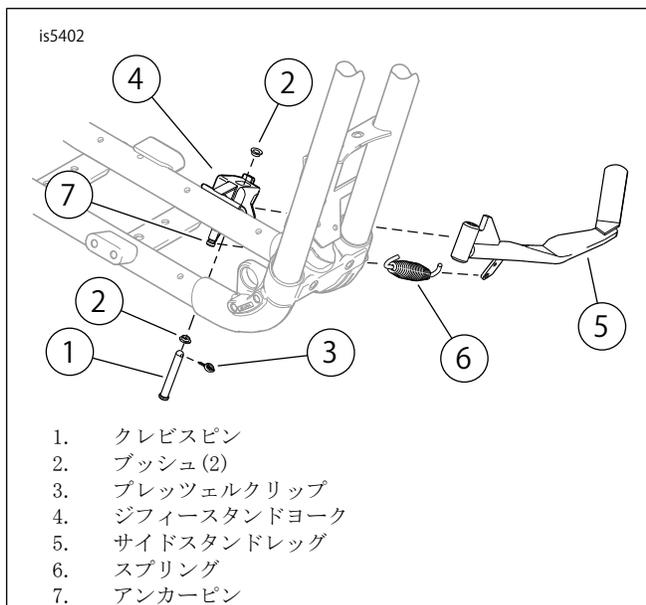

図2. サイドスタンド
2. 「図2」を参照してください。サイドスタンドの脚を上げ、プレッツェルクリップ(3)を外します。